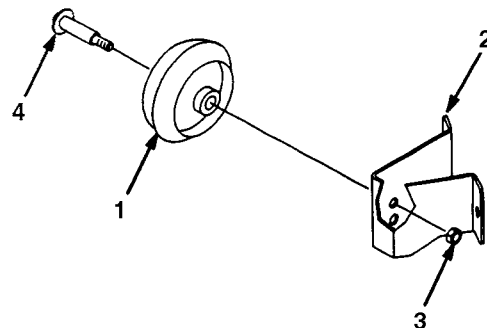

Bild 7
1. Zum Einstellen der Mähwerkräder, die Radachsschraube entfernen und das Loch wechseln, in dem das Rad montiert wird (Bild 7).
2. Benützen Sie das obere Loch für niedrigste Schnitthöhe und das untere Loch für längere Schnitthöhen (Bild 7).